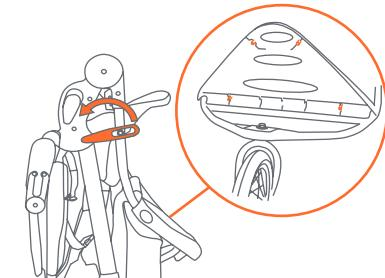
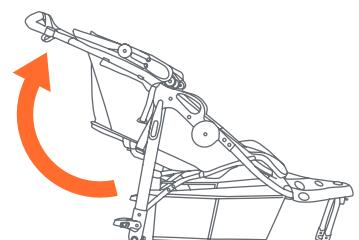

Fig. 1a
Fig. 1b
Si es necesario ensamblar, (Fig. 1a), vea la Pagina 35.
- Destrabe la palanca de liberación (Fig. 1a) y despliegue el armazón del carrito tirando hacia arriba del manubrio del carrito hasta que se trabe el armazón (Fig. 1b).